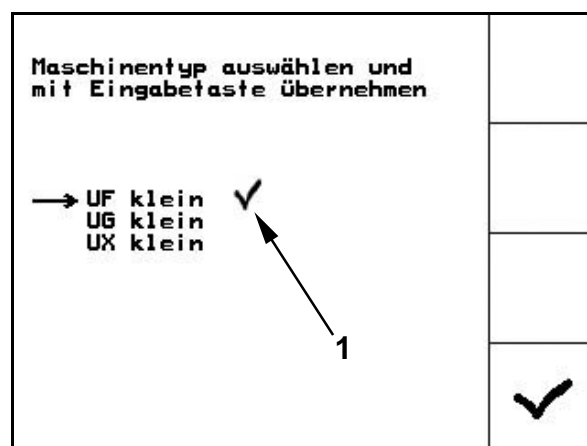

Fig. 75
- Neben dem angewählten Maschinentyp erscheint ein Häkchen (Fig. 75/1).